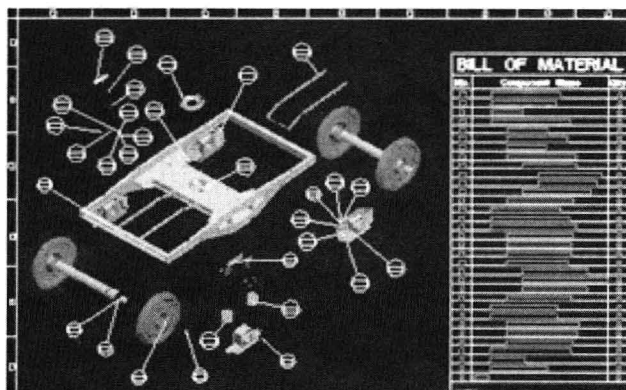

图 1-14 工程图
(13) 在二维工程图方面,野火 4.0 支持了目前比较流行的放置着色视图的功能(图 1-14),并支持在 3D 视图上创建剖截面。